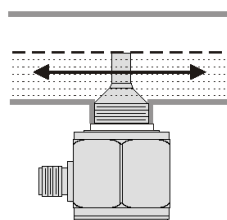

Fig. 3
3. Если жидкость не полностью заполняет трубу, датчик SP-150 должен быть установлен снизу трубы. Уровень жидкости должен быть выше, чем конец SP-150 (см. рис.3).